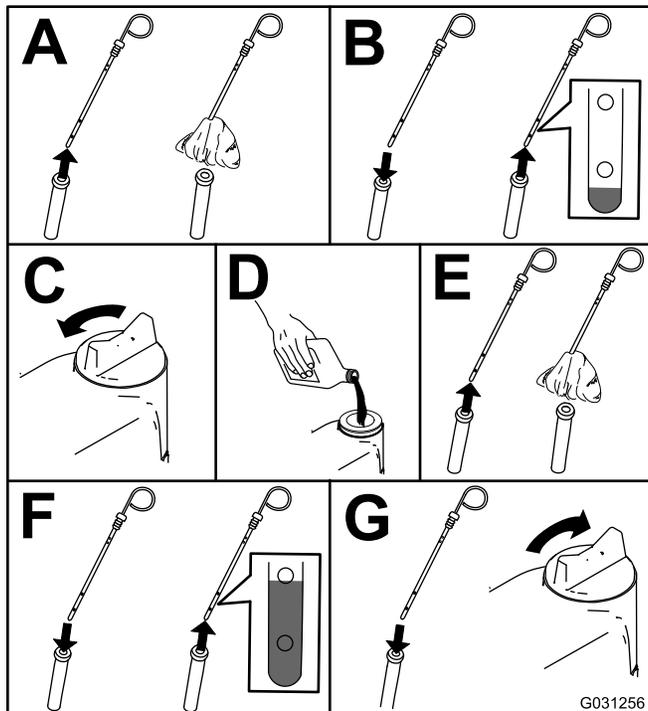

Figura 117
3. Controllate il livello dell'olio motore (Figura 117).